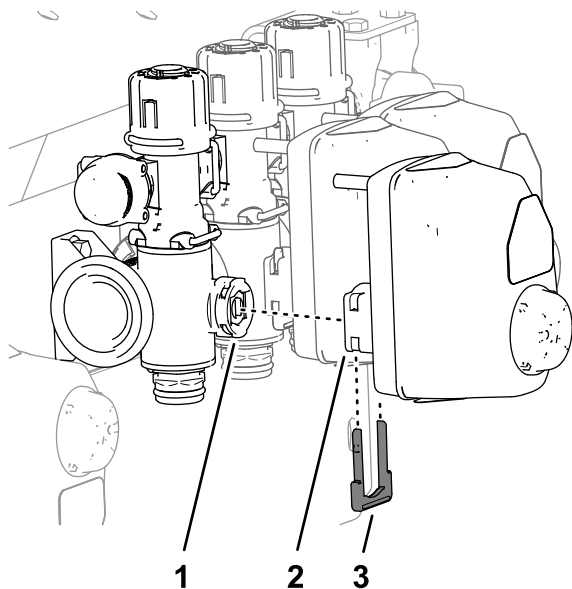

図 48
1. アクチュエータを個別ブームバルブアセンブリのマニホルドに固定しているリターナを外す 図 48。
2. マニホルドバルブからアクチュエータを取り外す 図 48。